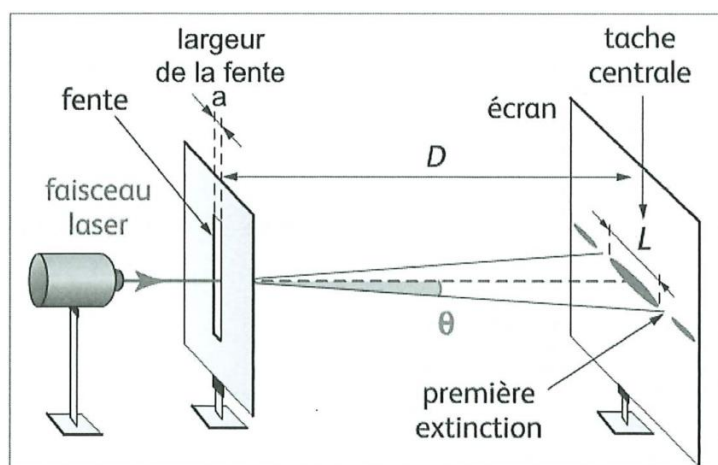

Figure 1 : montage de diffraction
**Q.1.** Exprimer à l'aide de la figure 1, l'angle de diffraction  $\theta$  en fonction de la largeur  $L$  de la tache centrale et de la distance  $D$ .